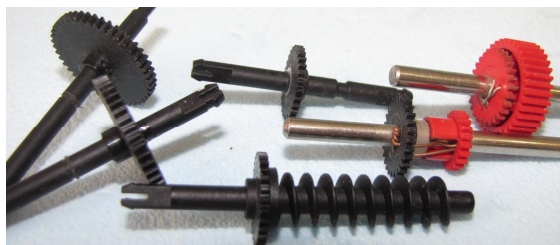

Abb. 11
- Zahnrad-Montagen, auf der Suche nach einem Schaltgetriebe in m0,5 (Abb. 11)